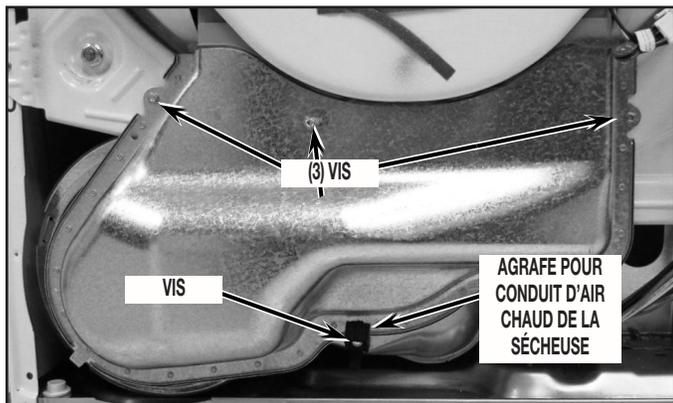

FIGURE 13
17. Ôter le conduit d'air chaud de la sècheuse : ôter d'abord les quatre (4) vis de fixation et l'agrafe identifiées à la Figure 13.